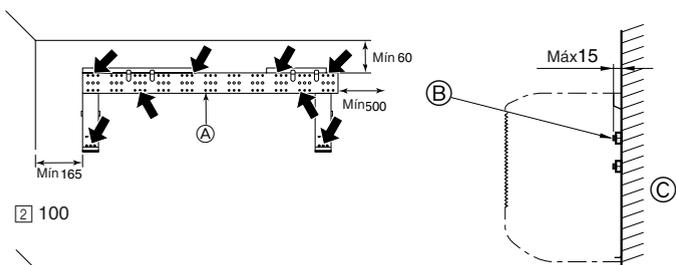

Fig. 3-5
► Fije el soporte de montaje por la fila del medio, con agujeros de 12 mm de diámetro, con pernos pasantes, pernos de anclaje y pernos de rosca disponibles en la localidad con roscas del tipo M10 o W3/8. La punta del perno no puede sobresalir más de 15 mm de la pared. (Fig. 3-5)